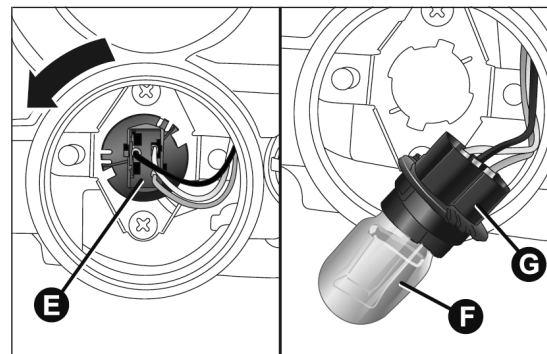

fig. 177
- tourner la douille E fig. 177 dans le sens antihoraire, enlever l'ampoule F du connecteur G et la remplacer ;